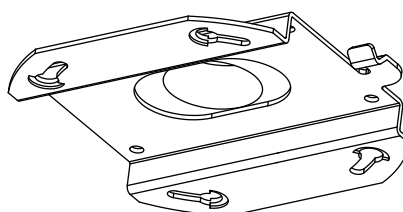

图2-25 安装标记
- 利用智能球吸顶底座，在天花板上标记 4 个螺钉安装孔的位置。如果使用顶部电缆出现方式，您需要在天花板上标记线缆的位置并钻孔，如图 2-25 所示。